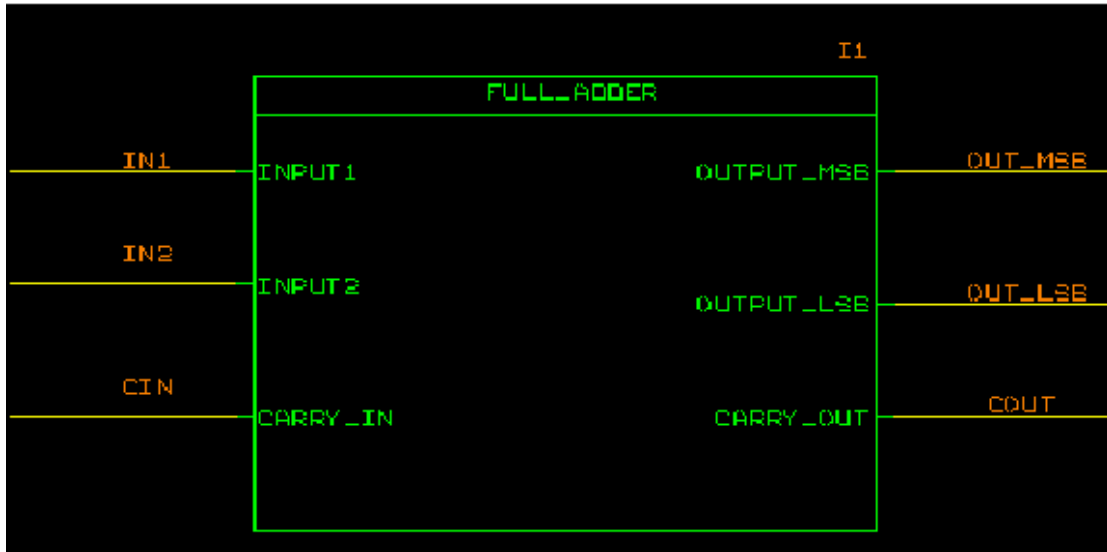

图 3.23
12. 分别给各个管脚分配信号名：IN1、IN2、CIN、COUT、OUT_LSB、OUT_MSB。加入信号名后的原理图如图 3.23。